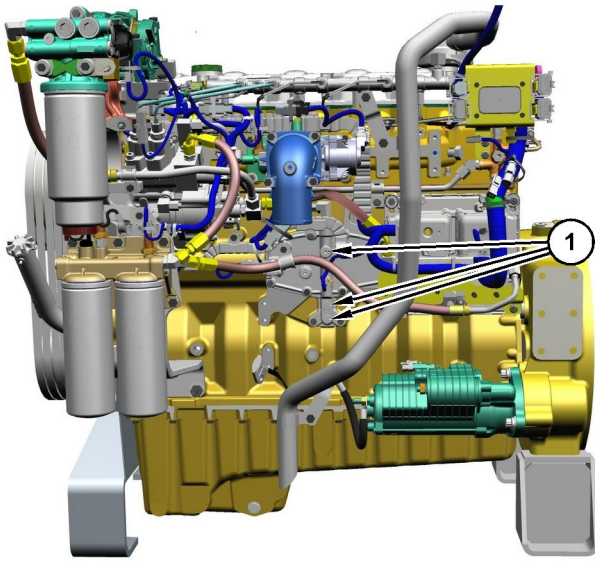

Ilustración 32
Quite uno de los tapones que se muestran en la ilustración 32 para conectarse al sistema de aceite del motor. La conexión que se requiere es 9/16" x 18 tpi. Asegúrese de que se use la especificación de aceite correcta. Para obtener más información, consulte Manual de Operación y Mantenimiento, Recomendaciones de fluidos. Una vez que se hayan lubricado las superficies internas del motor, quite el conector e instale el tapón (1). Apriete el tapón a un par de 60 N·m (44 lb ft). Perkins recomienda que el procedimiento se realice a una temperatura ambiente mínima de 10° C (50° F).